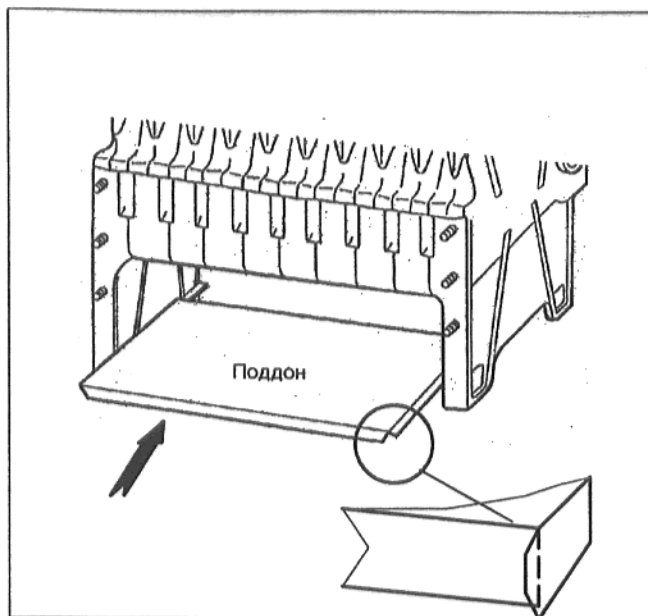

Рис. 20
- Вставить поддон в топочную камеру; открытая сторона направлена вниз (рис. 20).